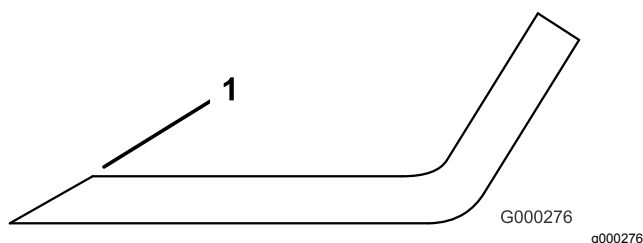

Figura 146
4. Afílelos si están romos o tienen mellas (Figura 146).